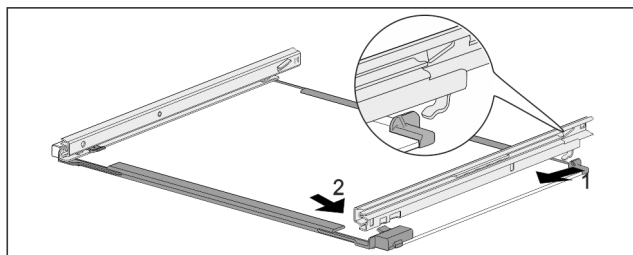

Fig. 175 Sklenená doska s koľajničkami
- Zaháknite koľajničku vzadu. Fig. 175 (1)
- Zaklapnite koľajničku vpredu. Fig. 175 (2)